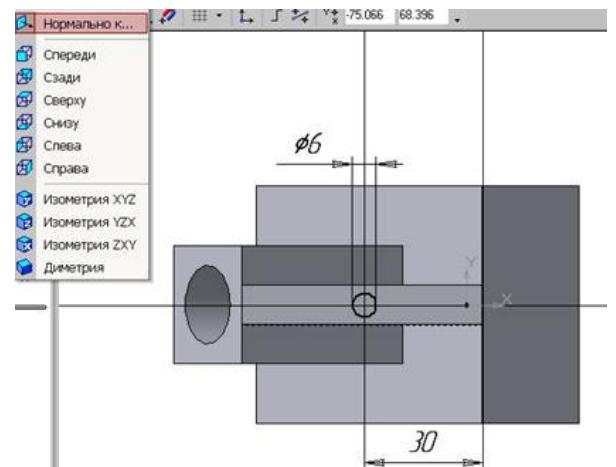

Рисунок 61 - Эскиз отверстия
8. По команде Окружность, касательная к двум кривым на панели инструментов строим окружности  $R15$  и  $R25$  (см.рис.61). По табл. 1 вид сопряжений–п.9
16. Нажмите кнопку «Создать» в диалоговом окне Параметры. Получаем 3-мерную модель державки без невидимых линий. Выберите в Панели управления программы команду Полутоновое . Получим 3-мерное полутоновое изображение модели державки (см.рис.61).